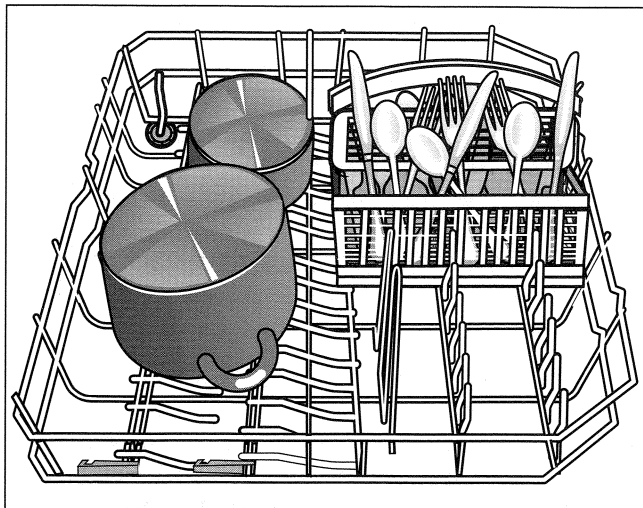

Figura 5.
- Las lavadoras de platos de la serie DLX (SHU 3012 UC y SHU 3016 UC) vienen con una parrilla inferior que tiene dos juegos de púas de volteo. Con estos modelos, si se necesita más espacio para las cacerolas y sartenes, los dos juegos posteriores de púas se pueden doblar hacia abajo. La Figura 5 muestra la cesta inferior con los juegos de púas traseras hacia abajo para acomodar las cacerolas grandes.